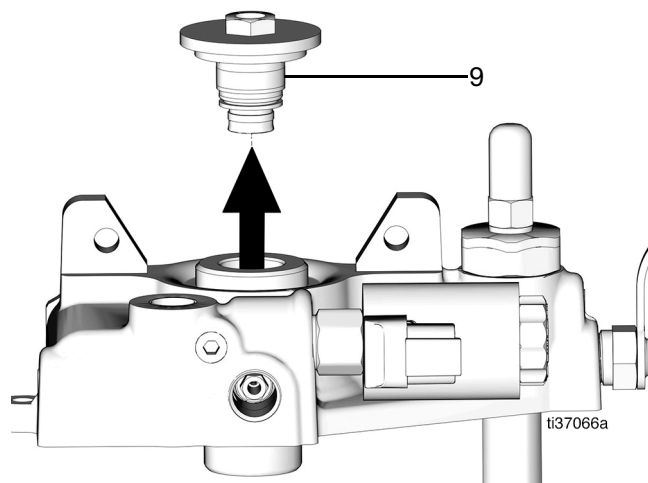

FIG. 47
30. Retirez l'écrou de retenue (9) situé sur le boîtier supérieur (FIG. 47).